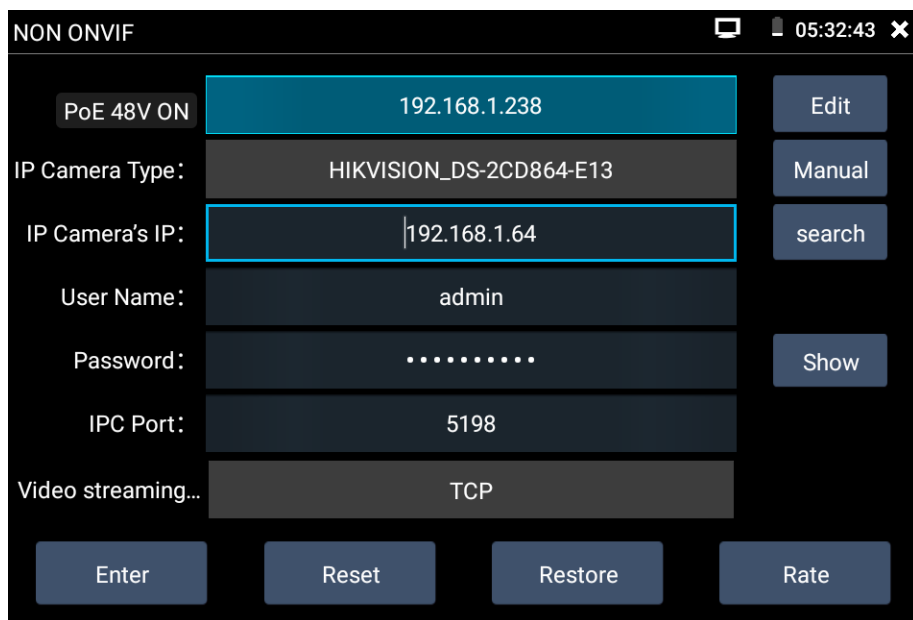

Рис. 15 Окно настроек приложения NON-ONVIF
3. Нажмите кнопку Non ONVIF. В появившемся окне (рис. 15) проверьте, чтобы у Local IP подсеть совпадала с IP-camera IP. Если подсеть не совпадает, то еще раз проверьте